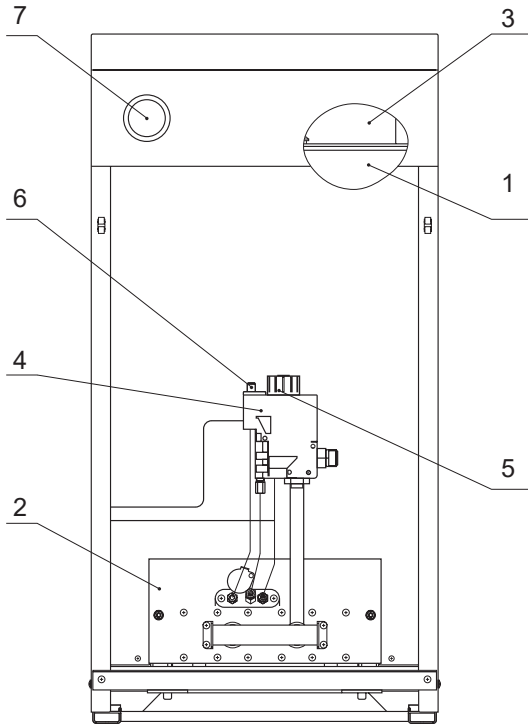

Рис. 2. TORINO 7,5; 10; 12,5; 16; 20
4.2 Котел представляет собой сборную конструкцию, закрытую декоративными тонколистовыми панелями с теплоизоляцией, внутри которой располагаются (см. рис. 2, 3):
- стабилизатор тяги с датчиком тяги (3);
- корпус котла, состоящий из топки и теплообменника (1);
- газогорелочное устройство с газовым блоком (ГГУ) (2).